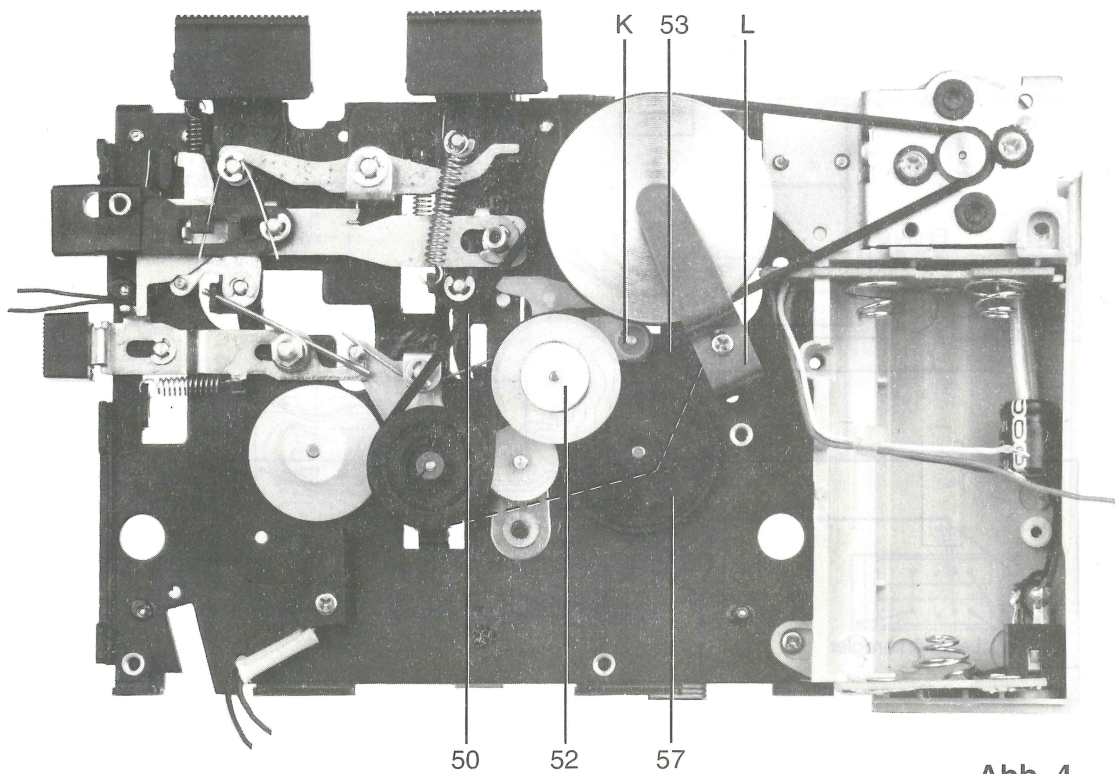

Abb. 4
- Riemen **50** (Abb. 4) von der Vorlaufkupplung **52** (Abb. 4) in die Laufrille der Aufwickelkupplung **57** (Abb. 4) einlegen (Abb. 4).
- Klemmscheibe **K** (Abb. 4) entfernen.
- Vorlaufkupplung **52** (Abb. 4) mit Drehfeder **53** (Abb. 2/4) herausnehmen.